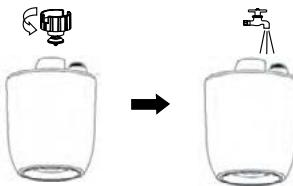

Рис. 2
- Открутите крышку резервуара для воды против часовой стрелки и залейте воду в емкость (рис.2). Температура воды не должна превышать 40 градусов.